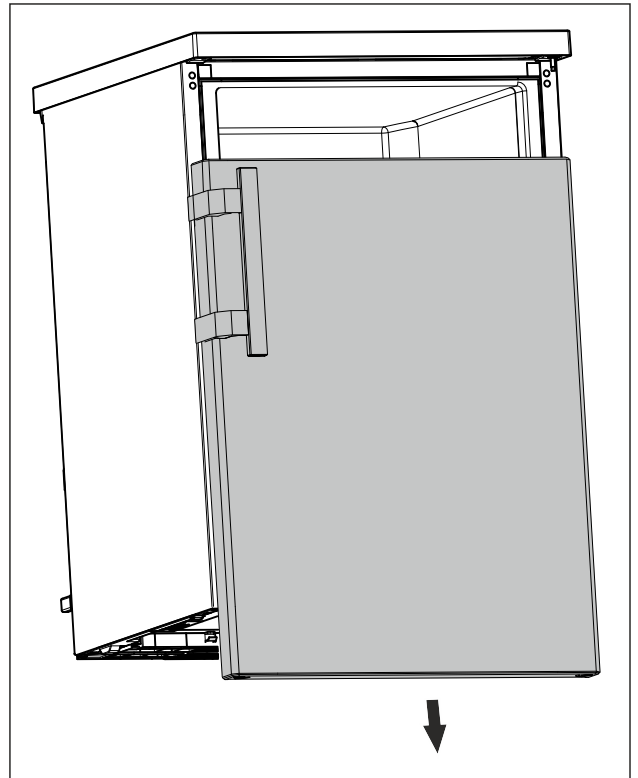

Fig. 12
- ▶ Hiqni derën nga poshtë. (shihni Fig. 12)